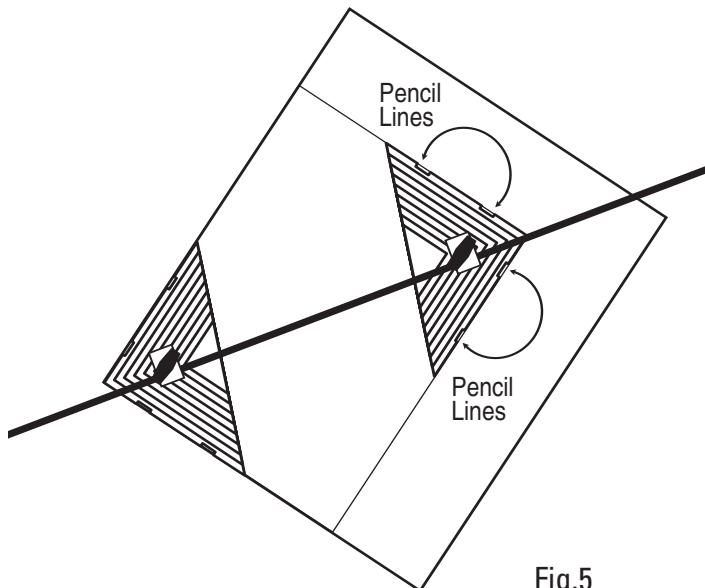

Fig.5
Étape 3 – Retirez l'outil de dimensionnement du cadre et assurez-vous que la position de chaque triangle n'a pas changée. Placez le guide-bordure Fit-N-Frame au dos du passe-partout en alignant le triangle A sur l'angle inférieur gauche du passe-partout. (Fig. 5)
Étape 4 – Tracez ensuite une ligne à l'intérieur des deux petits renforcements du triangle B. Ces lignes constituent les dimensions extérieures du passe-partout. (Fig. 5)
Schritt 3 – Nehmen Sie das Messwerkzeug vom Rahmen und achten Sie dabei darauf, dass die Dreiecke nicht verrutschen. Legen Sie den Fit-N-Frame Border Guide auf die Rückseite des Passepartoutkartons, indem Sie Dreieck A auf die untere linke Ecke des Kartons auflegen. (Abb. 5)
Schritt 4 – Ziehen Sie jetzt eine Linie in den beiden flachen Aussparungen von Dreieck B. Diese Linien sind die Außenkante des Passepartouts. (Abb. 5)
Procedura 3 - rimuovere l'attrezzo per dimensionare dalla cornice controllando che la posizione dei due triangoli non cambi. Posizionare la guida per bordi Fit-N-Frame sul retro del cartoncino allineando il triangolo A con l'angolo inferiore sinistro del cartoncino (Fig. 5).
Procedura 4 - tracciare una riga all'interno dei due incavi del triangolo B. Queste righe indicano le dimensioni esterne del cartoncino (Fig. 5).
Paso 3: retire la herramienta de medición del marco asegurándose de que la posición de cada triángulo no cambie. Coloque la Guía de bordes para montaje en bastidor en la parte posterior del panel al alinear el Triángulo A con la esquina inferior izquierda del panel. (Fig. 5)
Paso 4: luego dibuje una línea dentro de las dos ranuras del Triángulo B. Estas líneas están fuera de las dimensiones del panel. (Fig. 5)